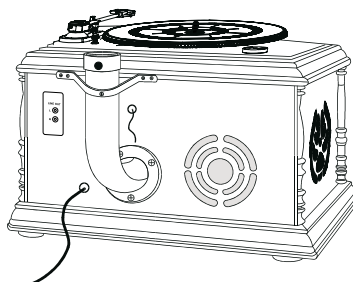

rys. 6.
5. Zobacz **rys. 6**. Przedstawienie obudowy urządzenia RTCC411RIP